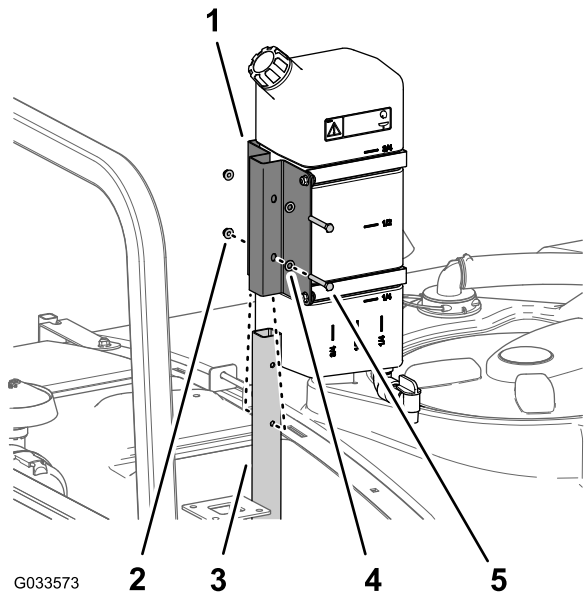

Figura 47
- 1. Monte el depósito de agua limpia y el soporte en el tubo de sujeción con 2 pernos (5/16" x 2¼") y 2 contratueras con arandela prensada (5/16"), tal y como se muestra en la Figura 47.